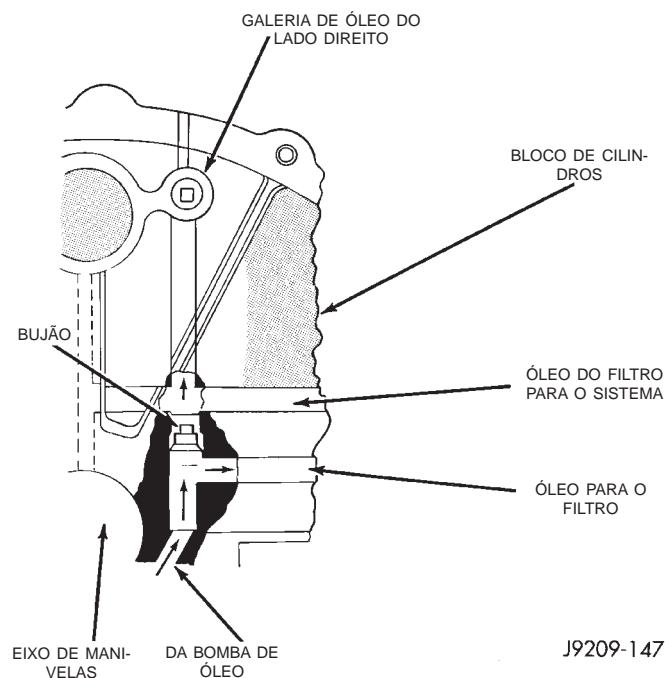

Fig. 78 Bujão da Linha de Óleo
O bujão da linha de óleo está localizado na passagem vertical na traseira do bloco entre as passagens do óleo para o filtro e do óleo do filtro (Fig. 78). A instalação imprópria ou bujão ausente poderia causar pressão de óleo incorreta, baixa ou nenhuma presença de pressão.
(1) Remova a unidade de envio de pressão do óleo da parte de trás do bloco.
(2) Insira um fio de acabamento de 3,175 mm (1/8 pol.), ou equivalente, na passagem.
(3) O bujão deve estar 190,0 a 195,2 mm (7-1/2 a 7-11/16 pol.) da superfície usinada do bloco. (Fig. 78). Se o bujão for muito alto, use um pino de ajuste plano apropriado para posicionar adequadamente.
(4) Se o bujão estiver muito baixo, remova o cárter de óleo e a tampa do rolamento principal N°4. Use um pino de ajuste plano apropriado para posicionar adequadamente. Cubra o diâmetro externo do bujão com Mopar® Stud and Bearing Mount Adhesive, ou equivalente. O bujão deve estar 54,0 a 57,7 mm (2-1/8 a 2-5/16 pol.) do fundo do bloco.